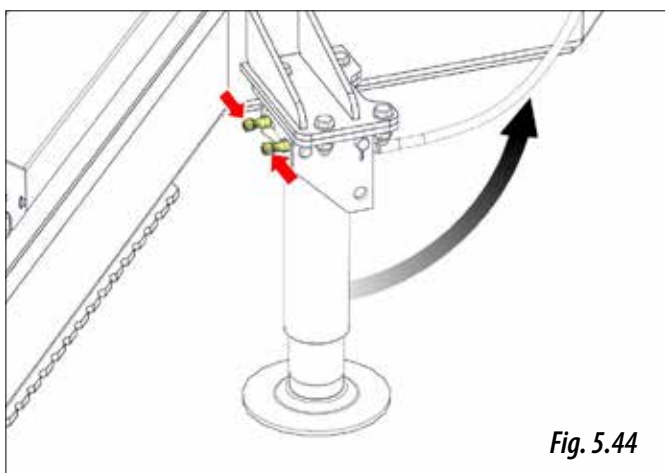

Fig. 5.44
- 2- Deblocați elementele de siguranță (Fig. 5.44) și Coborâți piciorul de susținere până când se blochează elementele de siguranță